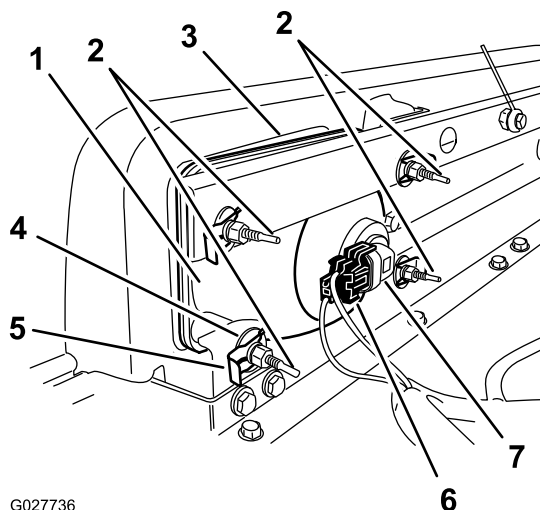

Рисунок 41
3. Отсоедините электрический разъем жгута проводки от разъема лампы в сборе (Рисунок 41).
4. Снимите быстросействующие зажимы и шайбы крепления фары к кронштейну (Рисунок 41).
5. Снимите фару в сборе, подавая ее вперед сквозь отверстие в переднем бампере (Рисунок 41).
6. Вставьте новую лампу через отверстие в бампере (Рисунок 41).
8. Подсоедините электрический разъем жгута к разъему узла лампы (Рисунок 41).
2. В задней части узла фары поверните регулировочные винты (Рисунок 41), чтобы повернуть фару и изменить положение луча.